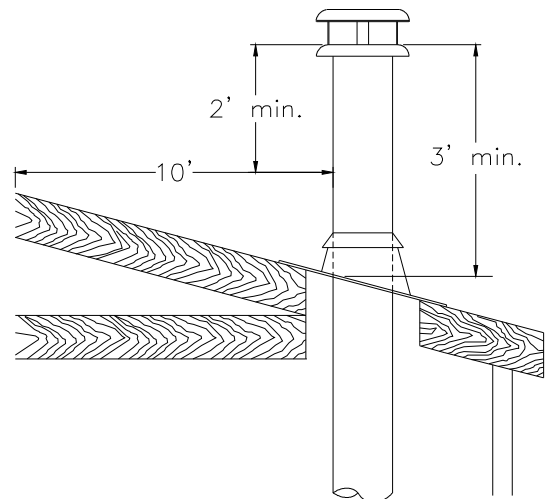

Figure 26
6. La cheminée doit dépasser d'au moins 3 pi. (915 mm) son point de contact avec le toit et doit surplomber d'au moins 2 pi. (610 mm), de tout mur, toit ou édifice dans un rayon de 10 pi. (3000 mm) (Figure 26).